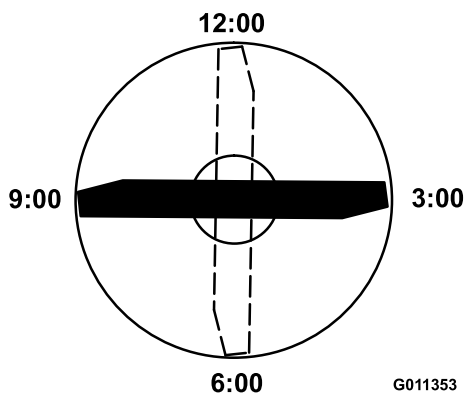

Figure 14
4. Positionnez le tranchant de l'extrémité marquée à la position 12 heures (droit devant dans la direction de la tonte) (Figure 14) et mesurez la hauteur de la surface plane au tranchant de la lame.
5. Tournez l'extrémité marquée de la lame aux positions 3 et 9 heures (Figure 14) et mesurez les hauteurs respectives.